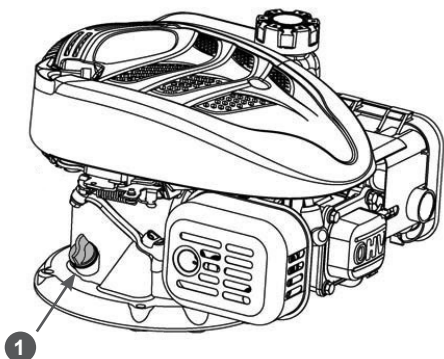

Рис. 17. Замена моторного масла
3. Очистите от загрязнений зону вокруг маслосаливной горловины. Выкрутите крышку-щуп 1 из маслосаливной горловины и протрите его чистой ветошью (Рис. 17).